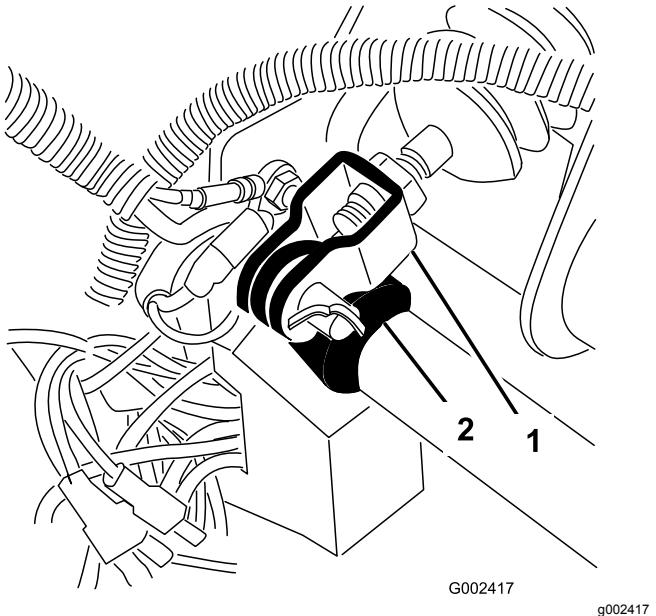

Figura 65
1. Retire o contrapino e o passador de forquilha que fixam a culatra do cilindro principal ao ponto de articulação do pedal de travão (Figura 65).